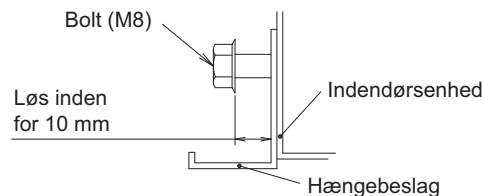

Fig. 7
- Lav et hul ved ledningsgennemgangen på bagpladen eller toppladen, og monter så den medfølgende plasticbøsning (10).
- Løsn de 2 bolte (M8), som bruges ved montering af hængebeslagene, og som findes i hver side (4 steder, venstre og højre) op til 10 mm. (Se fig. 7 og fig. 8)